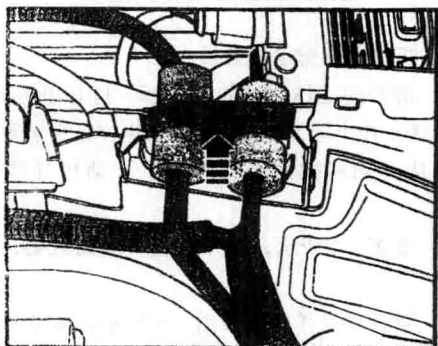

图 1-3 从导线托架中取出连接发动机控制单元的导线束
9) 打开导线托架，如图 1-3 所示，从导线托架中取出连接发动机控制单元的导线束。